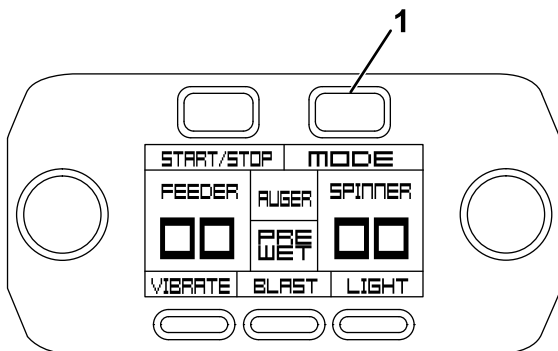

Bild 40
1. Betätigen Sie die Taste „Mode“ [Betriebsart] auf dem Steuergerät, um das Vorbenetzungssystem zu aktivieren (Bild 40).